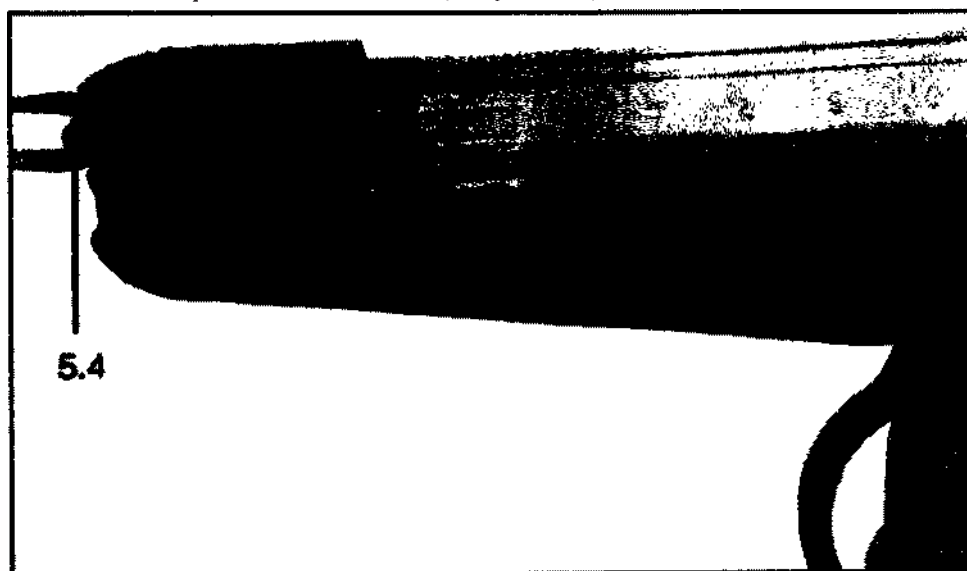

Рисунок 11
5.4 Разместите открытый конец картриджа напротив задней части клипсы так, чтобы подаватель оказался прижатым к клипсе. (Рисунок 11)